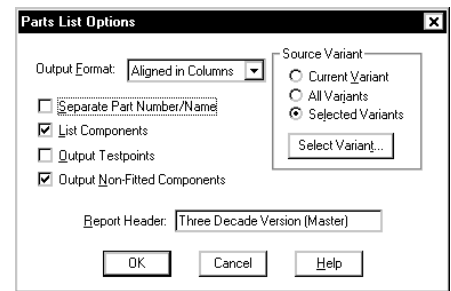

Рис. 22. Настройка генератора списка компонентов Parts List.
13. В появившемся диалоговом окне Parts List Options (рис. 22) включим опцию Output Non-Fitted Components, предписывающую выполнить вывод в отчет информацию о недобавляемых компонентах, и нажмем кнопку Select Variant.